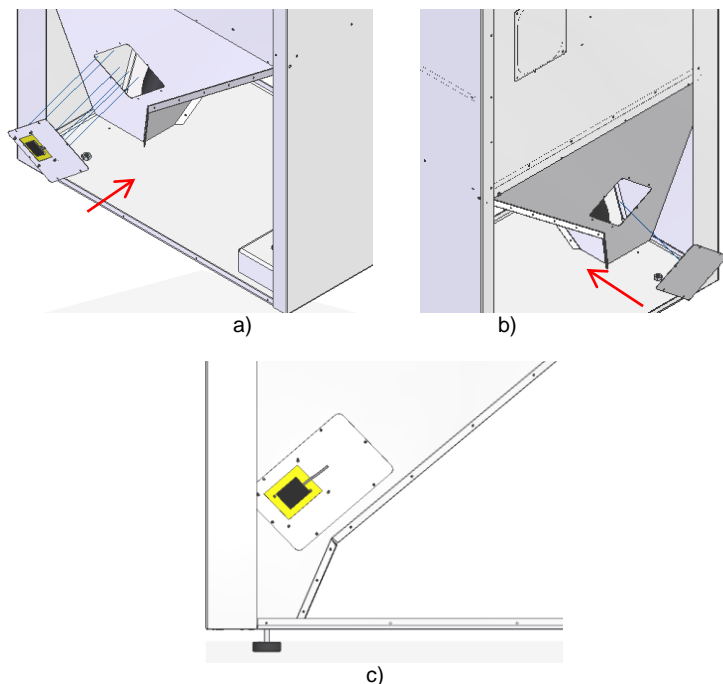

Figura 45 – Colocación del sensor de nivel de pellets en el silo (instalación a la izquierda de la caldera)
- Por último, se puede unir las dos partes en la parte inferior del silo. Poner la pieza con el lado derecho del sensor del silo y la pieza sin el sensor en el lado izquierdo. El sensor debe ser colocado como se muestra en la Figura 45-c.